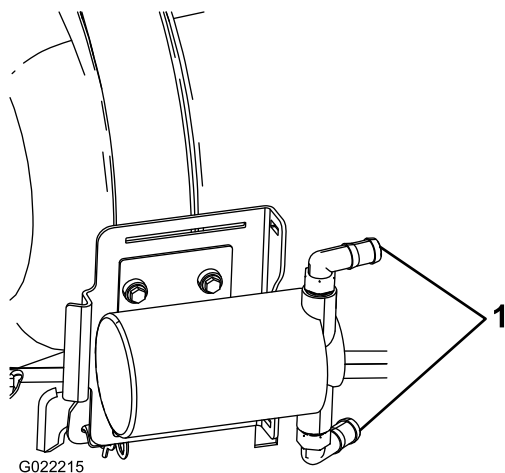

Figure 10
5. Fixez les cannelures de branchement de la pompe comme montré à la Figure 10.